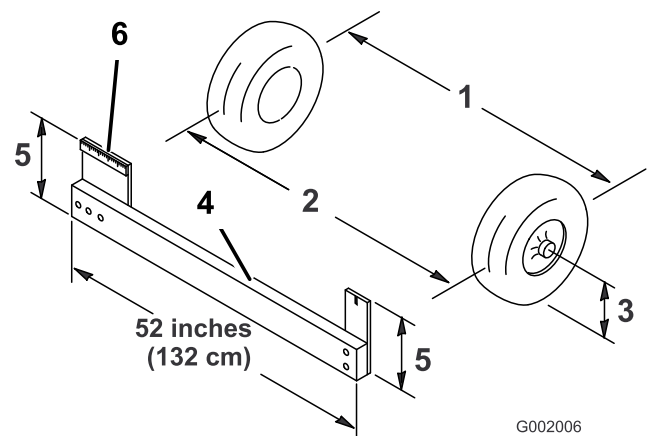

Figura 59
4. Meça a distância entre os pneus dianteiros à altura do eixo na zona dianteira e traseira dos pneus dianteiros (Figura 59). É preciso um objecto imóvel ou um medidor de alinhamento para a medição traseira dos pneus dianteiros à altura do eixo. Utilize o mesmo objecto ou medidor de alinhamento para obter uma medição precisa da dianteira dos pneus dianteiros à altura do eixo (Figura 59).